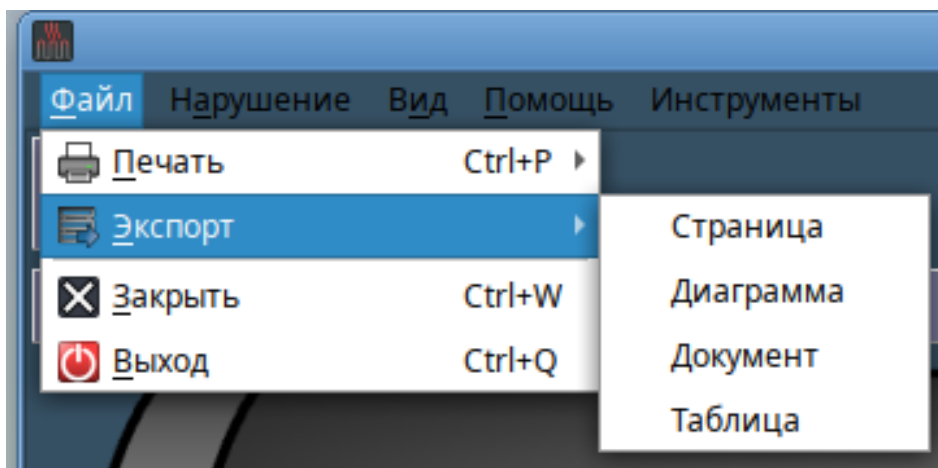

Рис. 5
3.2.2.2.2. Подпункт «Экспорт» позволяет осуществлять экспорт документов, страниц, диаграмм и содержит следующие подпункты (рис. 5):